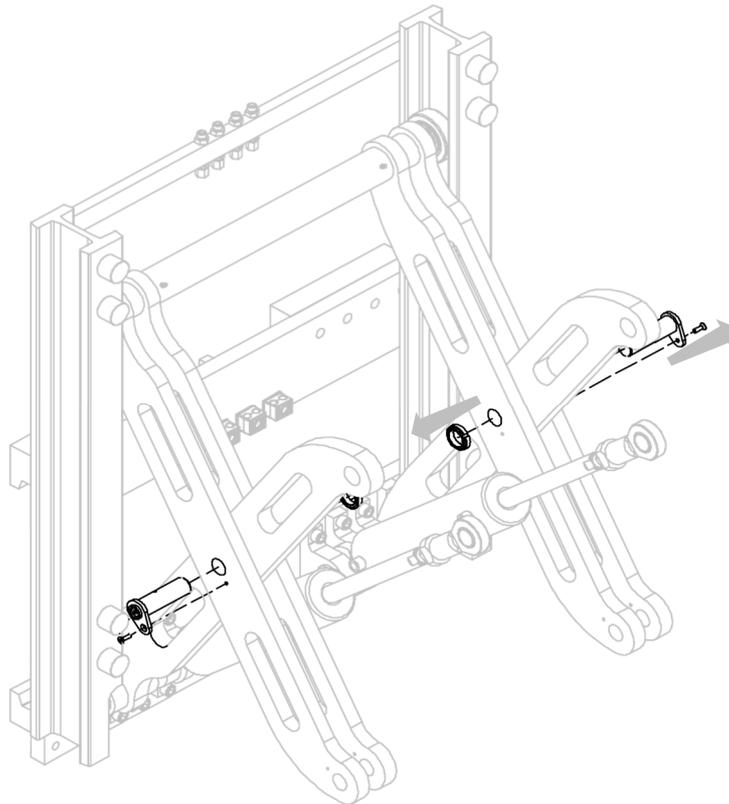
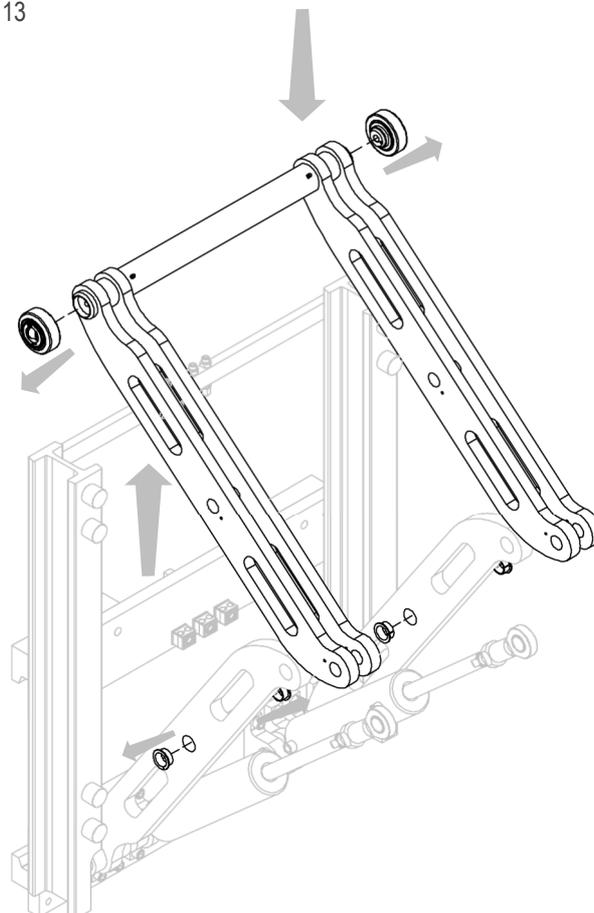

Figure 13
Figure 14
7. Retirer la paire de bras (avec les roulements correspondants) de l'équipement, après avoir retiré les broches qui les bloquent (voir *Figure 13* et *Figure 14*).